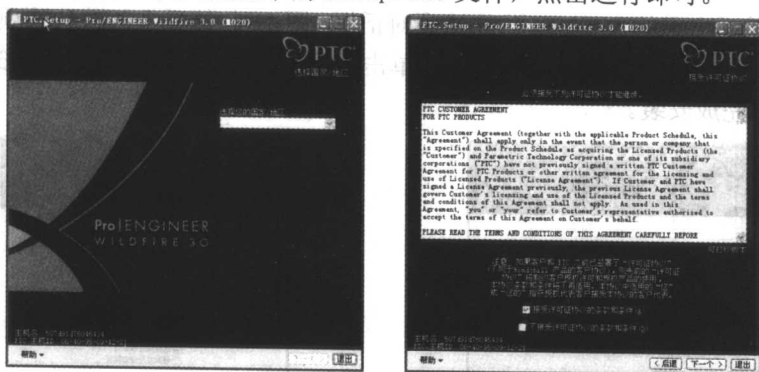
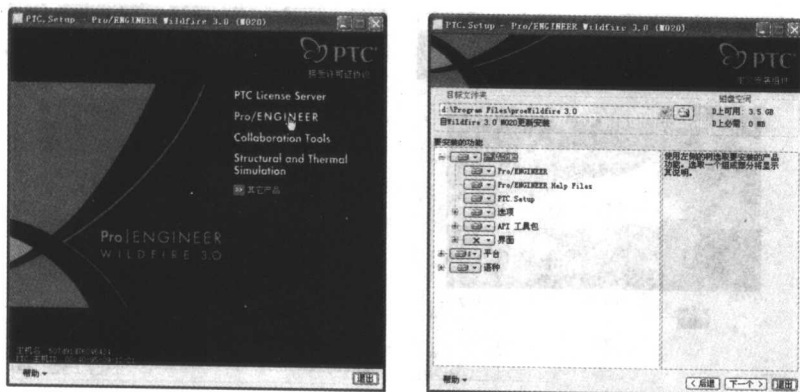

图 1-1 安装程序开始界面
图 1-2 开始安装界面及定义安装组件
(1) 将 Pro/ENGINEER Wildfire 3.0 的光盘放入光驱, Windows 系统会自动运行安装程序, 出现如图 1-1 所示的安装界面, 图中矩形框内为用户主机名和网卡号, 安装程序会
(2) 在图 1-1 所示界面。用户选择语言后在要选择安装的模块前点击,进入如图 1-2 所示的定义安装组件对话框,设置安装目录,语种与组件,接受默认安装目录或浏览指定到其他目录,若该目录不存在,会询问是否新建此目录?回答:是。选取要安装的组件后,单击【下一步】按钮。